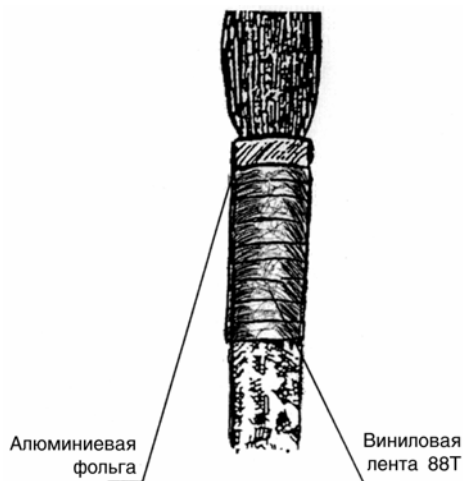

Рис. 10.6. Трубка с наклеенной алюминиевой фольгой.
10.1.13. Для предотвращения вытекания блокирующего компаунда 4407 через край муфты и для компенсации возможной усадки на верхнюю часть корпуса поверх ленты 88Т наклеить ленту из алюминиевой фольги (рис. 10.6).